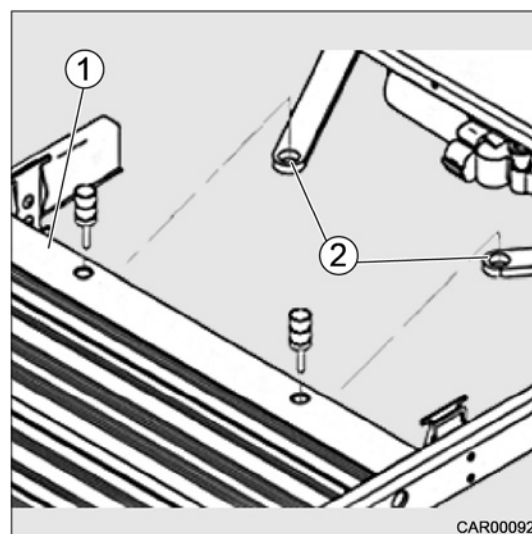

Fig. 23 Déverrouillage de secours
2. Desserrer la marche (Fig. 23/1) des tiges d'entraînement (Fig. 23/2) (goujons en plastique).